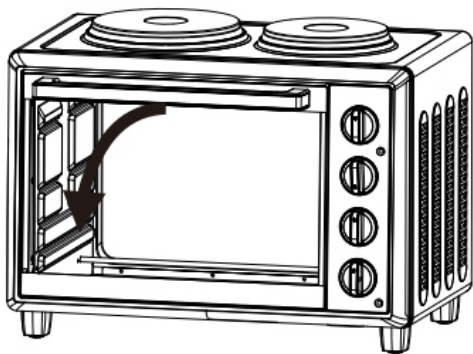
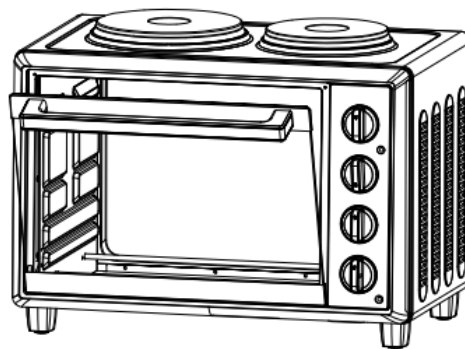

Fig. 9
Fig. 10
- Como abrir e fechar a porta – ver Figs. 9 - 11
6. Abra a porta do forno (Fig. 9) e coloque os alimentos no forno utilizando a grelha e/ou o tabuleiro (Fig. 10).